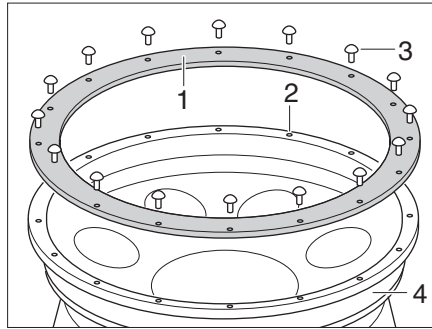

Fig. 405 Anneau de protection anti-collision pour jantes
- Insérer goutte à goutte le frein-filet Loctite® 222 dans le trou central (Fig. 405,2).
- Monter sur la jante (Fig. 405,4) l'anneau de protection anti-collision pour jantes (Fig. 405,1) à l'aide des vis (Fig. 405,3).
- Serrer les vis (Fig. 405,3) à l'aide d'un couple de 2 à 3 Nm.